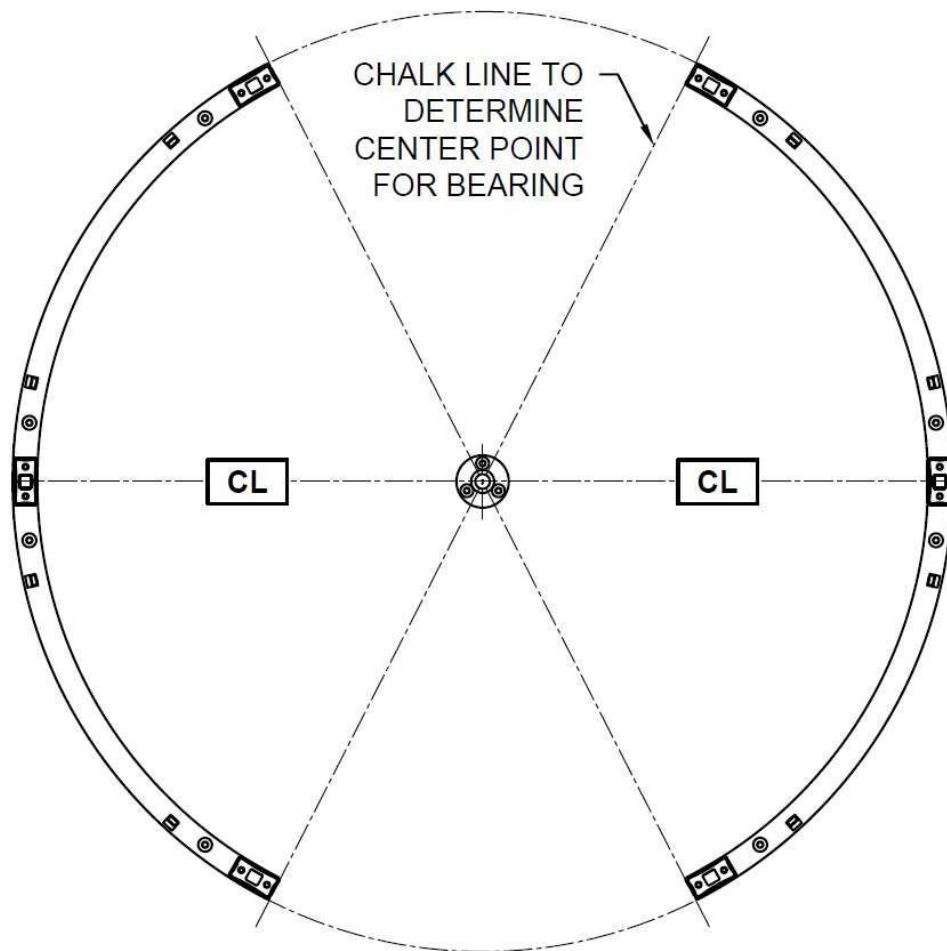

Bild 12: Markierung für Lagerplatte
- 5.15. Prüfen Sie bei aufgesetztem Rahmen, ob die Mittelpfosten 1600 mm voneinander entfernt sind. Markieren Sie zwei Kreidelinien von den Ein- und Ausgangspfosten, wie in *Abbildung 12* gezeigt.